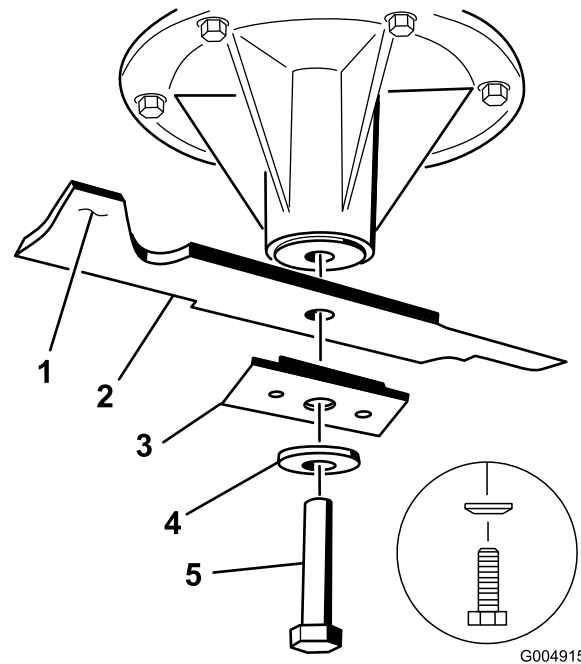

Figura 59
3. En las carcasas de corte de 36 pulgadas, instale la cuchilla, el refuerzo, la arandela curva y el perno de la cuchilla (Figura 59).